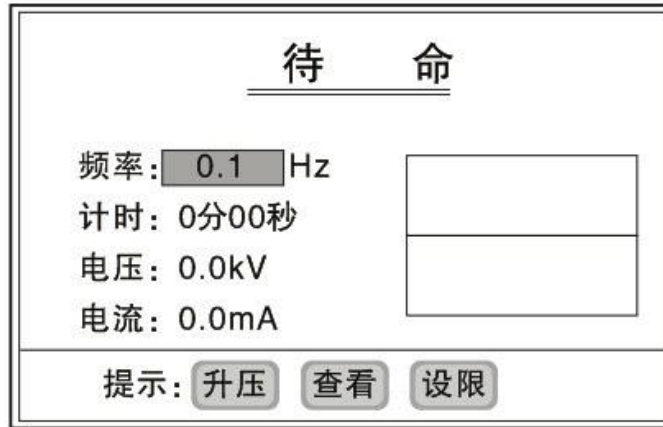

图6 (待命界面)
(C) 点击“返回”键，仪器进入图 6 所示的升压待命界面。
(3) 待命界面
按图 6 点击升压键后，仪器在电脑的控制下，按如下流程进行升压试验：自检→升压→等幅输出→停机
凡是通过了定时停机、点击“停机”键进行的停机、过压保护停机、以及过流保护停机的数据仪器自动将其保存为历史数据。最多能保存九次测量的数据，九次以前的将自动删除。点击图 6 中的“查看”键，可查看最近九次试验的历史数据。